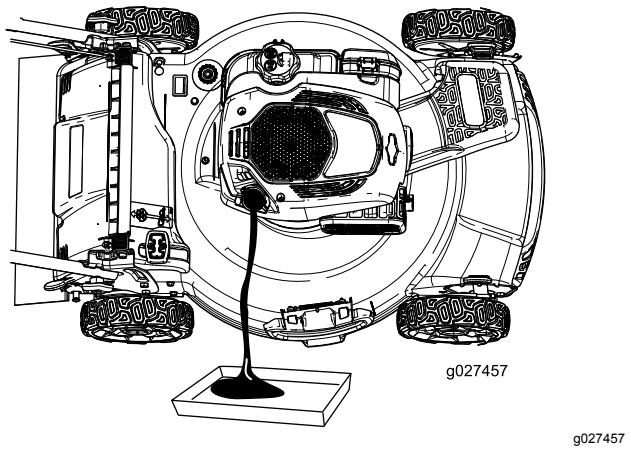

図 26
- エアフィルタが下になるように機体を横に傾けて、エンジンオイル補給口からエンジンオイルを抜く図 26。